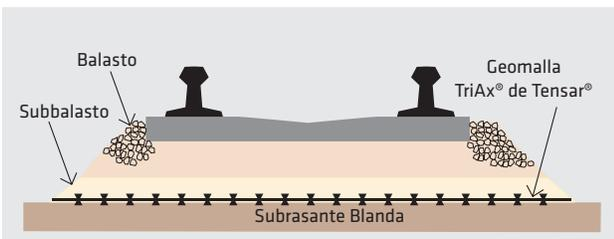

FIGURA 3a: La estabilización de subbalasto provee una capacidad portante mejorada.
- ▶ Estabilización del subbalasto: instaladas en la parte inferior del subbalasto, las Geomallas TriAx ayudan a distribuir las cargas impuestas de manera más eficiente sobre la subrasante, lo que lleva a una reducción en el espesor requerido de la capa del subbalasto (Figura 3a).